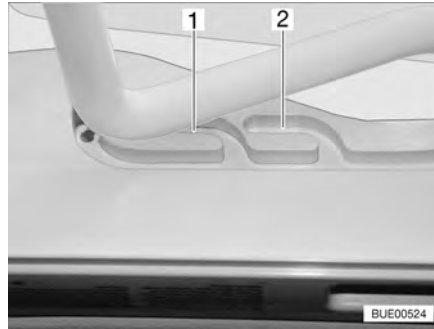
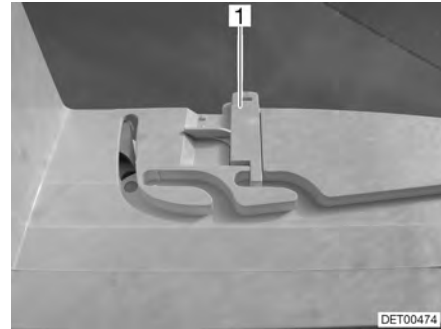

Fig. 75 Claraboya Heki en posición de ventilación
Fig. 76 Bloqueo de la posición de ventilación
La claraboya Heki se puede colocar en dos posiciones de ventilación: Posición de mal tiempo (Fig. 75,1) y posición mediana (Fig. 75,2). Según el modelo, la claraboya podrá ser bloqueada en la posición mediana con el pestillo (Fig. 76,1).
- Presionar el estribo ligeramente hacia arriba y empujarlo en la guía seleccionada (Fig. 75,1 ó 2) y, si fuera necesario, bloquearlo.